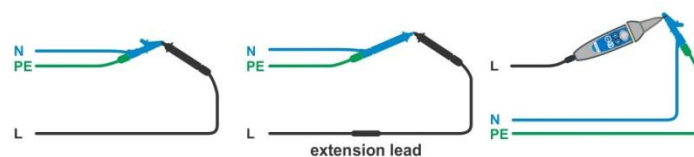

Abbildung 7.20: Kurzgeschlossene Prüfleitungen
- Schließen Sie das Prüfkabel am Messgerät an und schließen Sie die Prüfleitungen miteinander kurz, siehe **Abbildung 7.20**.